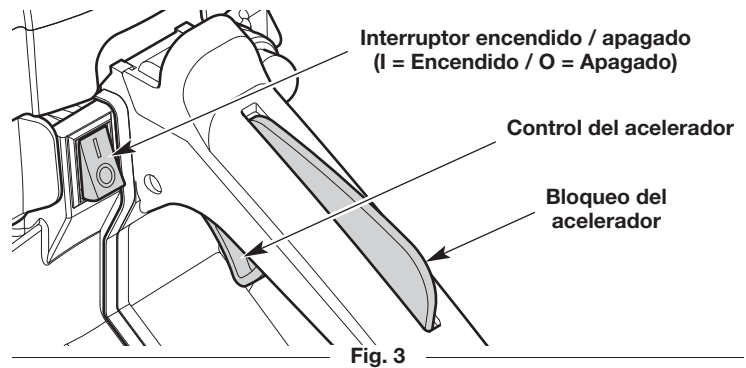

Fig. 3
1. Mueva el interruptor de encendido/apagado a la posición **On** (encendido) (Fig. 3).
**NOTA: NO toque el control del acelerador (Fig. 3) hasta el paso 10.**
2. Mueva el interruptor de encendido/apagado a la posición **Apagado (O)** (Fig. 3). Espere a que el motor y la cadena de la sierra se hayan detenido completamente.